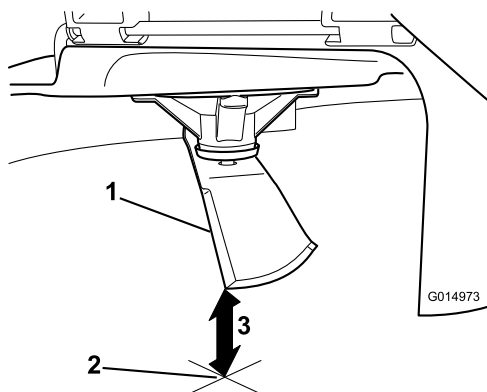

Bild 75
3. Messen Sie von der Messerspitze bis zu ebenen Fläche (Bild 75).